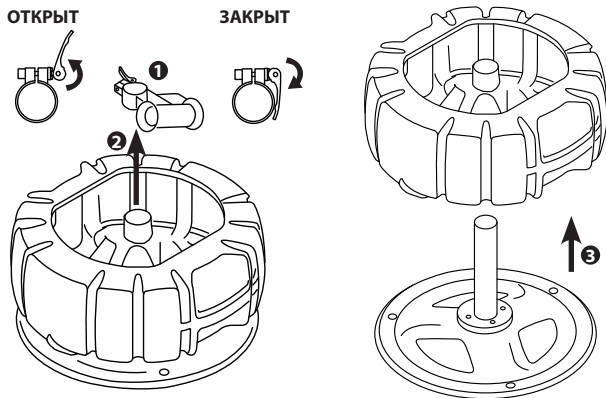

Рис. 5 - Замена барабана
1. Откройте быстроразъемное соединение направляющей трубки (Рис. 5).